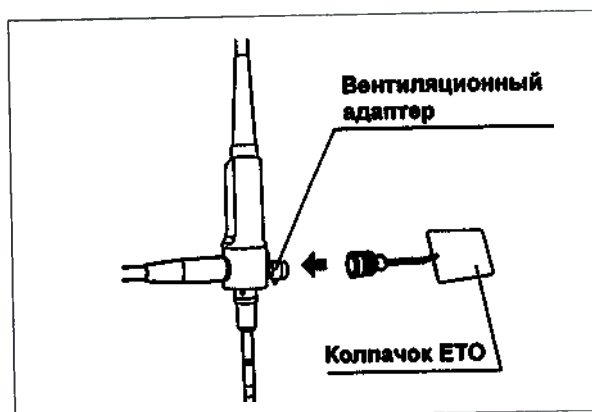

Рисунок 7.11
2. Присоедините колпачок ЕТО, наложив его на адаптер и совместив выступ на адаптере с пазом на колпачке. Нажмите колпачок и поверните его по часовой стрелке (приблизительно на 45°) до упора (см. рис. 7.11).